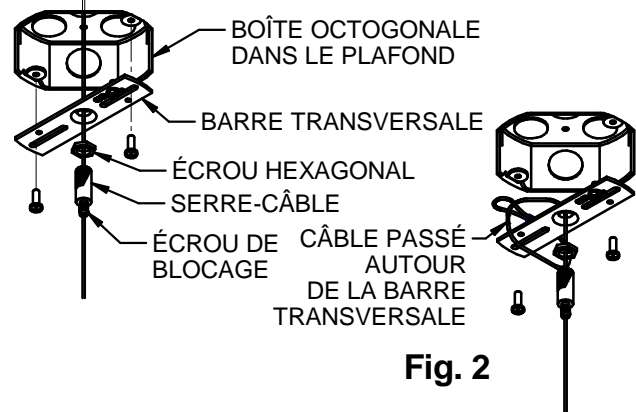

Fig. 2
2. Passer le câble galvanisé de 6 m (20 pi) autour d'un élément de structure proche de l'emplacement de pose (**Fig. 1**). Assembler la barre transversale et le serre-câble fileté comme sur l'illustration et bloquer le serre-câble à l'aide de l'écrou hexagonal. Desserrer l'écrou de blocage du serre-câble et tirer le câble à travers le serre-câble comme sur l'illustration, puis fixer la barre transversale à une boîte octogonale de 102 mm (4 po) correctement installée (non fournie) conçue pour supporter le poids du luminaire. **REMARQUE :** Le câble peut être passé autour de la barre transversale si aucun élément de structure n'est aisément accessible ou si il n'y a aucun accès au-dessus du plafond (**Fig. 2**).